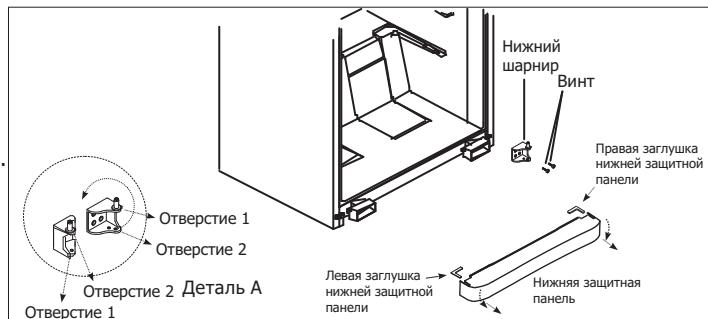

Рисунок 5.
- Для модели 345: Снимите нижнюю защитную панель, потянув ее вниз и на себя. Снимите нижний шарнир, открутив винты, фиксирующие его (Рис. 5). Отвинтите шпильку шарнира из Отверстия 1, поверните шарнир на 180° и закрутите шпильку в Отверстие 2 (См. дет.А). Затем закрепите шарнир на нижней левой стороне холодильника. Снимите левую заглушку нижней защитной панели и установите правую (прилагается в комплекте с документацией).